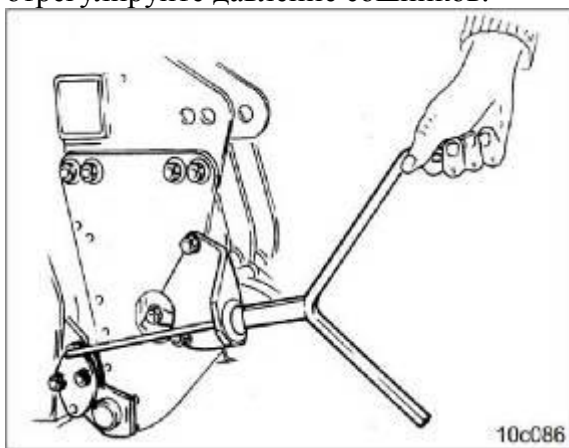

Рис.78
1. Установите рукоятку для установки нормы высева (Рис. 78) на ходовой винт и отрегулируйте давление сошников.